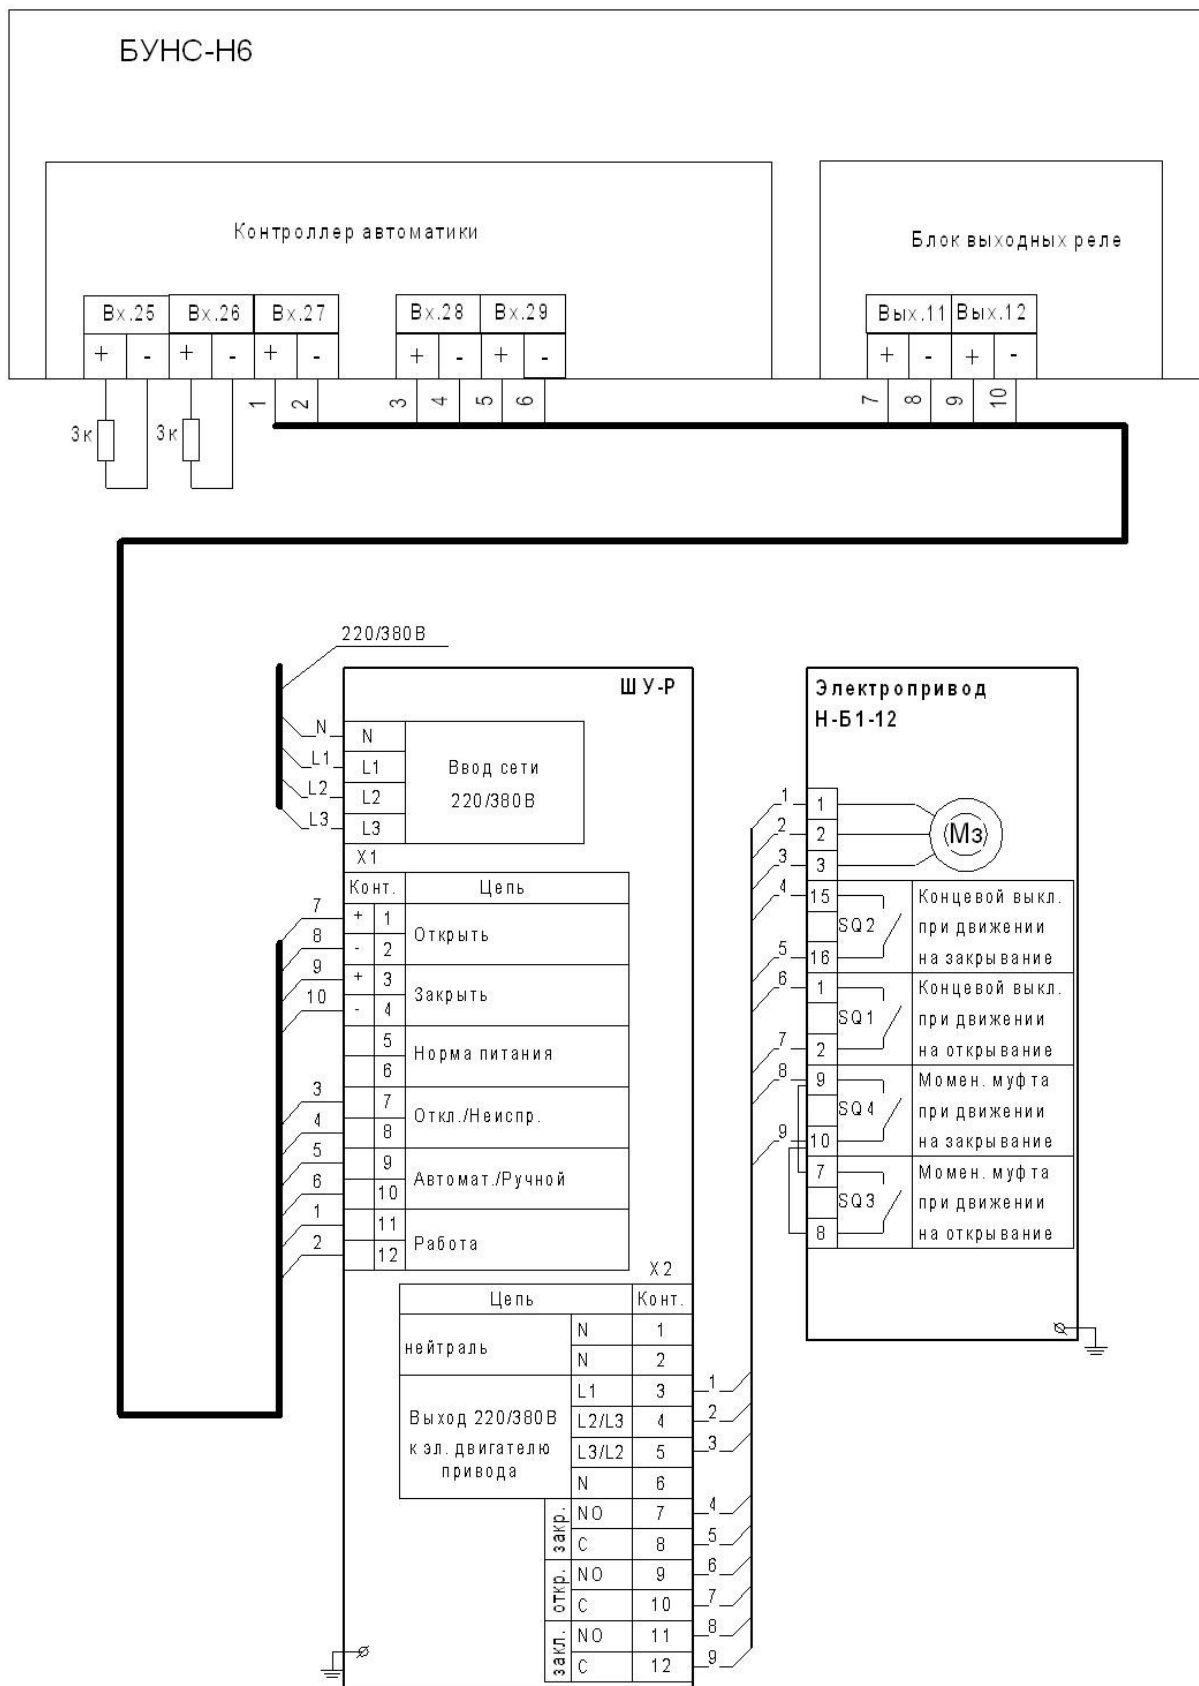

Рисунок 5.17
- рисунок 5.17 – задвижки на напорном патрубке РПН – привод 6.